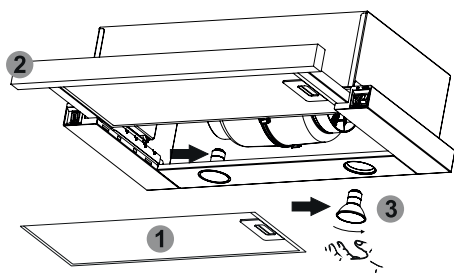

Рис. 6
8.6 Для снятия алюминиевого фильтра (рис.6) следует нажать на пружинную защелку алюминиевого фильтра 1 и снять его. Вытянуть выдвижную панель с фильтром 2 и снять алюминиевый фильтр 3. Установление фильтра выполняется в обратном порядке. Не устанавливайте фильтр после мытья до их полного высыхания.